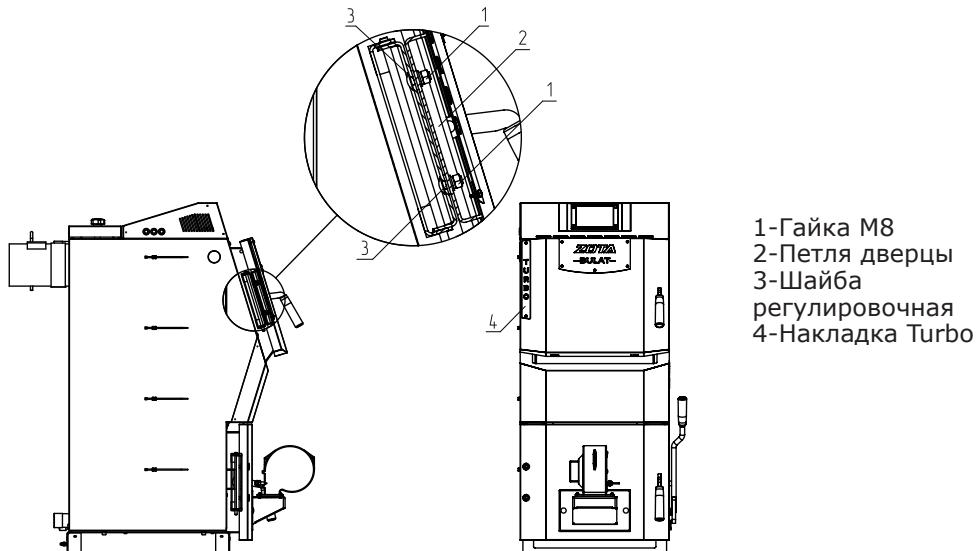

Рис. 8 Регулировки петли дверцы
7.5.12. Дверь загрузочная должна плотно прилегать к арке. Со временем уплотнительный шнур теряет свои первоначальные свойства, что приводит к нарушению газоплотности котла, для того что бы откорректировать положения дверей необходимо снять накладку «Turbo» (Рис.8 поз.4), через отверстия в обшивке дверец торцевой головкой 13мм произвести регулировку дверцы, открутив гайки M8 (Рис.8 поз.1) и извлечь шайбы регулировочные (Рис.8 поз.3) и закрутить гайки M8. В случае если корректировка положения двери не помогает замените уплотнительный шнур.